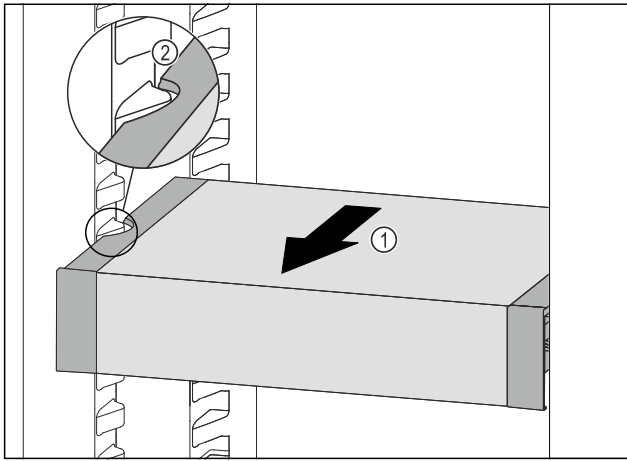

Fig. 206
- Tirer le VarioSafe vers l'avant Fig. 206 (1) jusqu'à ce que les encoches latérales du VarioSafe se trouvent au niveau de la nervure du bac dans la partie réfrigérateur. Fig. 206 (2)